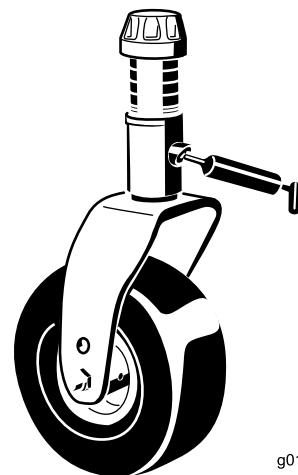

Рисунок 45
- Втулки валов вилок поворотных колес (2 шт.) (Рисунок 45)